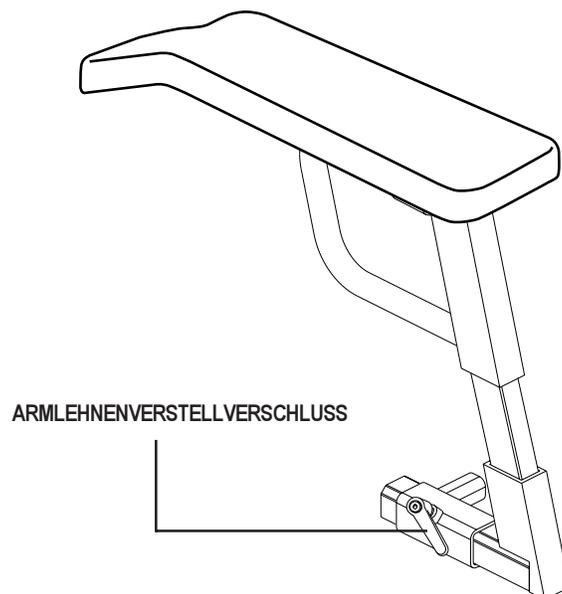

Abbildung 11. Einstellung der Armlehnenposition
1. Drehen Sie die Armlehnenverriegelung gegen den Uhrzeigersinn, um sie zu lösen. Siehe Abbildung 11.